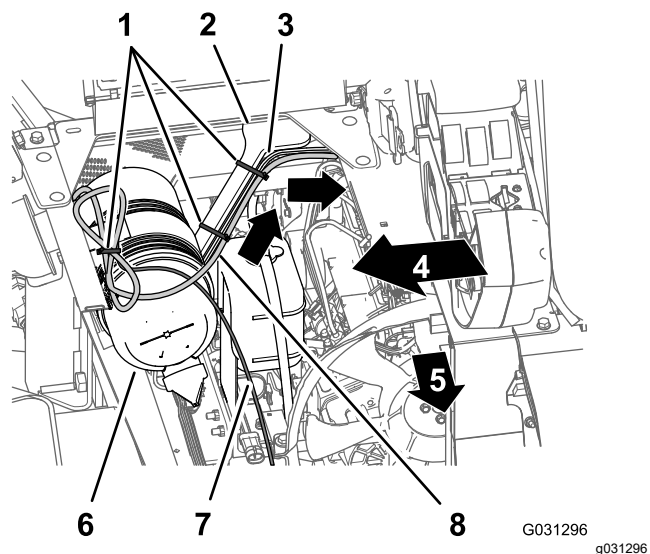

Figura 145
1. Enrute la rama de potencia de 270.5 cm (106½") del arnés de datos de navegación y eléctrico por la placa de la caja del asiento y hacia abajo por el soporte izquierdo de la cubierta del motor (Figura 145).
2. Sujete el arnés al soporte de la cubierta del motor con bridas (Figura 145).